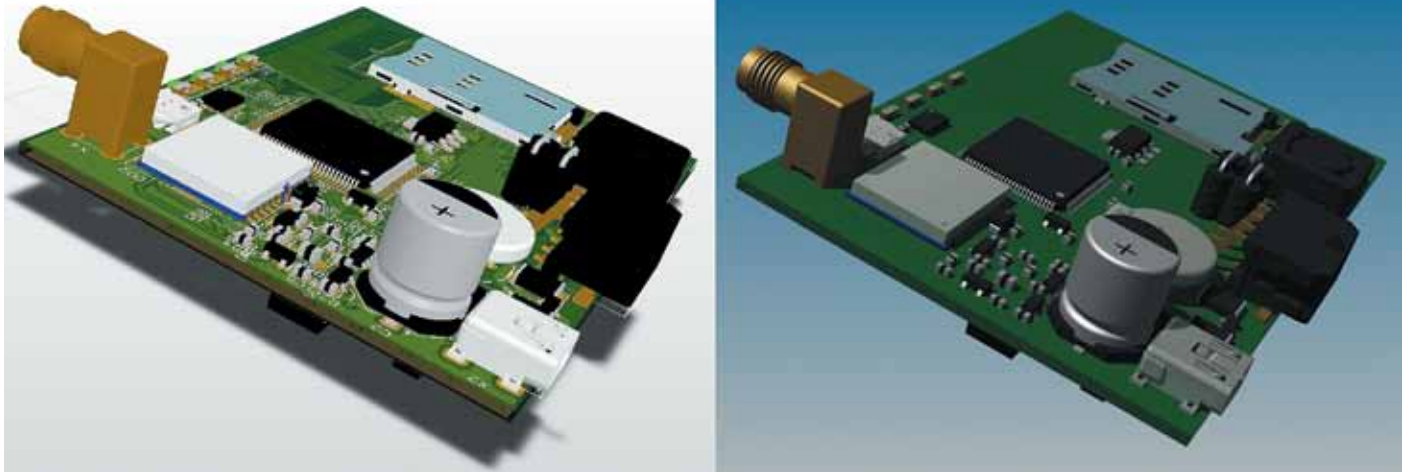

Рис. 2. Пример платы: а) в Altium; б) после ее передачи в Inventor
Обмен данными с Autodesk Inventor (далее — Inventor) базируется в первую очередь на формате STEP — универсальном формате обмена данными между САПР различного направления. Обмен является двусторонним. С одной стороны, к проекту печатной платы или библиотечному элементу Altium Designer (AD) можно подключать любые компоненты, созданные в Inventor. С другой — трехмерную модель печатной платы можно передавать в Inventor для дальнейшей разработки устройства и оформления конструкторской документации как на все устройство, так и на электронный модуль печатной платы (рис. 2).